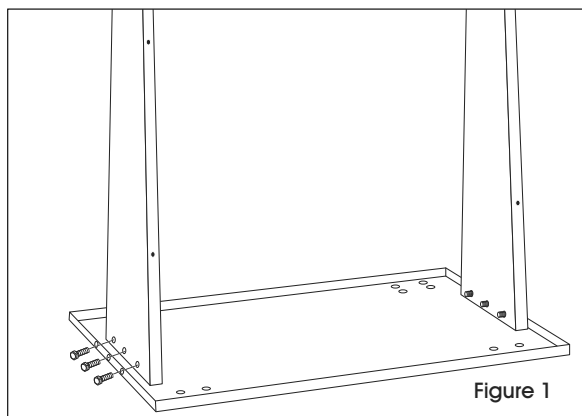

Figure 1
1. Installez la plateforme sur une surface plane avec le rebord ourlé orienté vers le haut. Placez un panneau de support contre la partie intérieure du côté court de la plateforme. Alignez les trous de la partie inférieure du panneau de support sur les trous du rebord ourlé de la plateforme. (Voir Figure 1)
2. Insérez trois boulons longs à travers les trous du rebord ourlé de la plateforme. Vissez à l'aide de la clé de 14 mm sans serrer. (Voir Figure 1)
3. Répétez les étapes 1 et 2 pour le deuxième panneau de support. (Voir Figure 1)